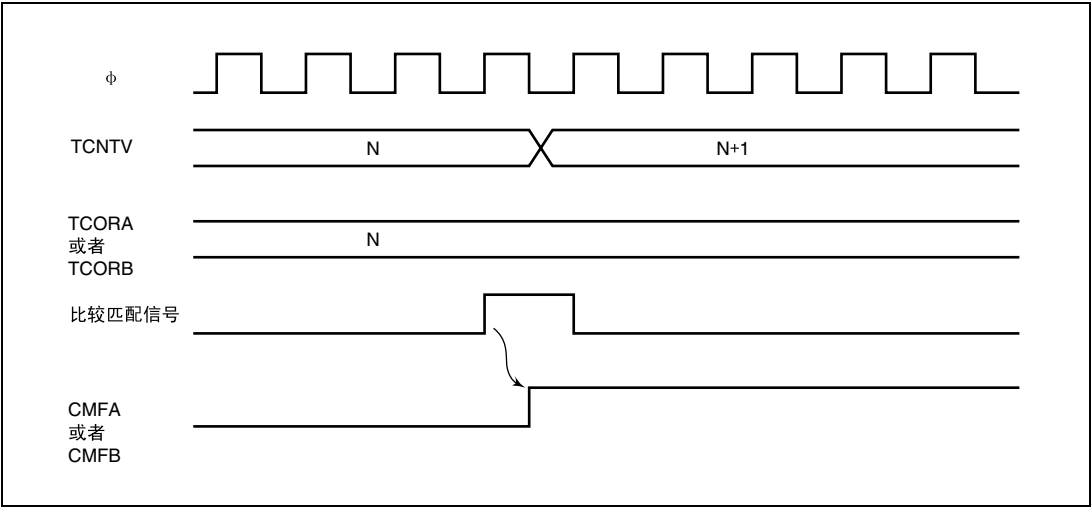

图 10.5 CMFA 和 CMFB 的置位时序
3. TCNTV不断地和TCORA、TCORB比较, 如果相同, TCSRv的CMFA和CMFB就都被置1。在值相同后的最后状态产生比较匹配信号。此时的时序如图10.5所示, 如果TCRV0的CMIEA或者CMIEB为1, 就向CPU发出中断请求。